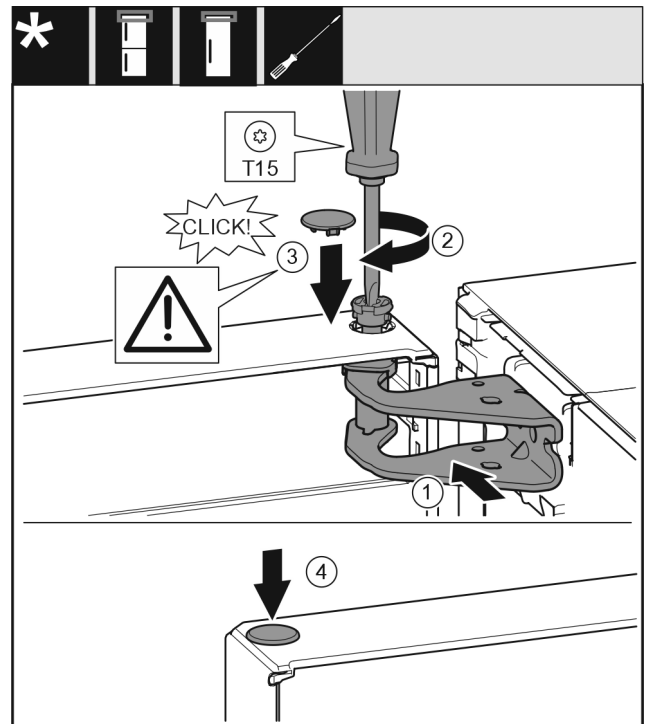

Fig. 19
- ▶ Niveloni derën lart në bazamentin mbështetës për hapjen e saj. Fig. 19 (1)
- ▶ Futni bulonat dhe mbërthejini me një kaçavidë T15. Fig. 19 (2)
- ▶ Montoni kapakun mbulues të siguresës për sigurimin e derës: Futni kapakun mbulues të siguresës dhe kontrolloni nëse ai puthitet mbi derë. Nëse jo, futeni bulonin plotësisht. *Fig. 19 (3)*
- ▶ Vendosni tapat në vend. *Fig. 19 (4)*